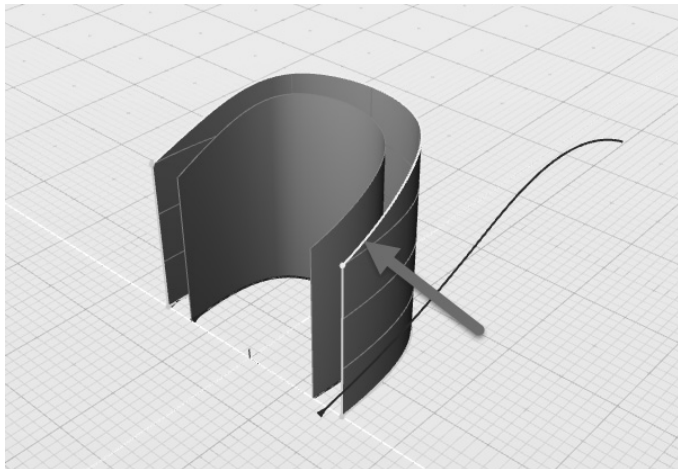

图 5-88 选中外部曲面并单击起点附近位置
1) 激活建模工具栏中的“融合曲面”工具, 当控制台提示“拾取曲面#1”时, 单击椅背外部修剪曲面, 当控制台提示“拾取曲面#1 起点附近的边线”时, 拾取该选中曲面的顶部边线, 注意选取位置需在图 5-88 中箭头指向位置的附近。